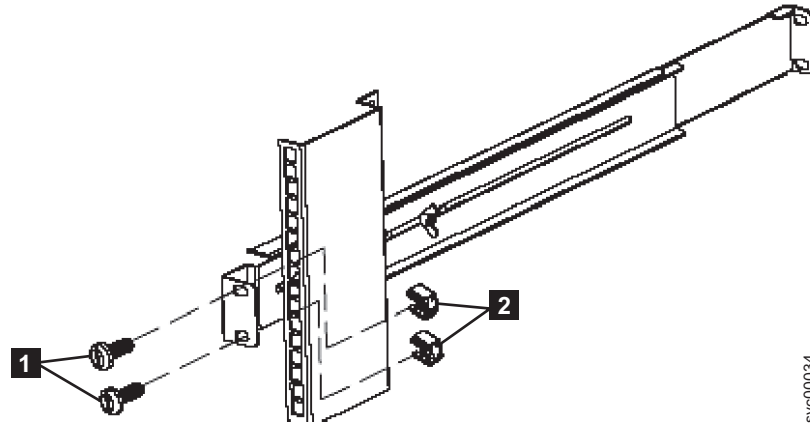

図 28. 2145 UPS-1U への後部レールの固定
7. 2 つの M6 × 10 ねじ (41 ページの図 28 の **1**) と 2 つのクリップ・ナット **2** を使用して、レールをラック背面に取り付けます。お客様のラックは、ここに示されているものとは異なる場合があります。その時には、異なるクリップ・ナットまたは締め金具が必要です。